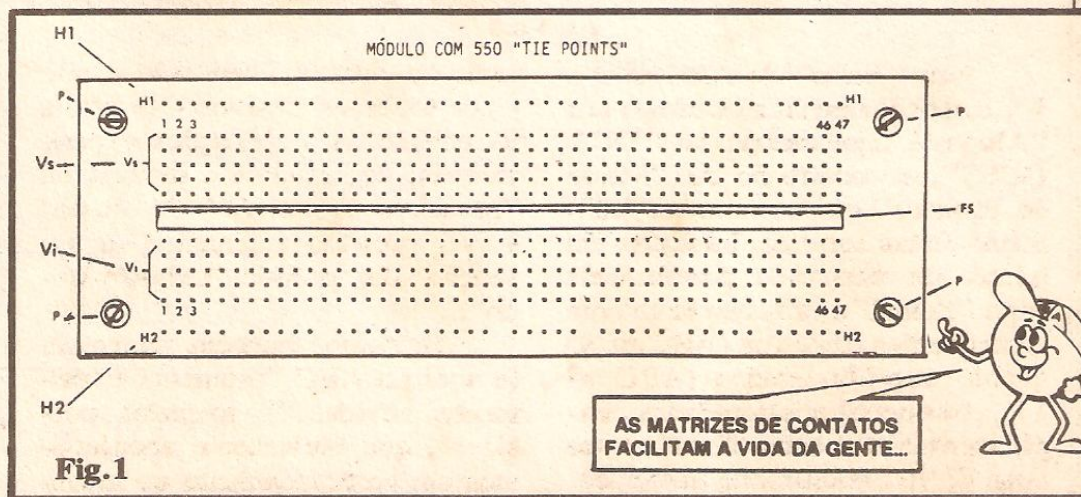
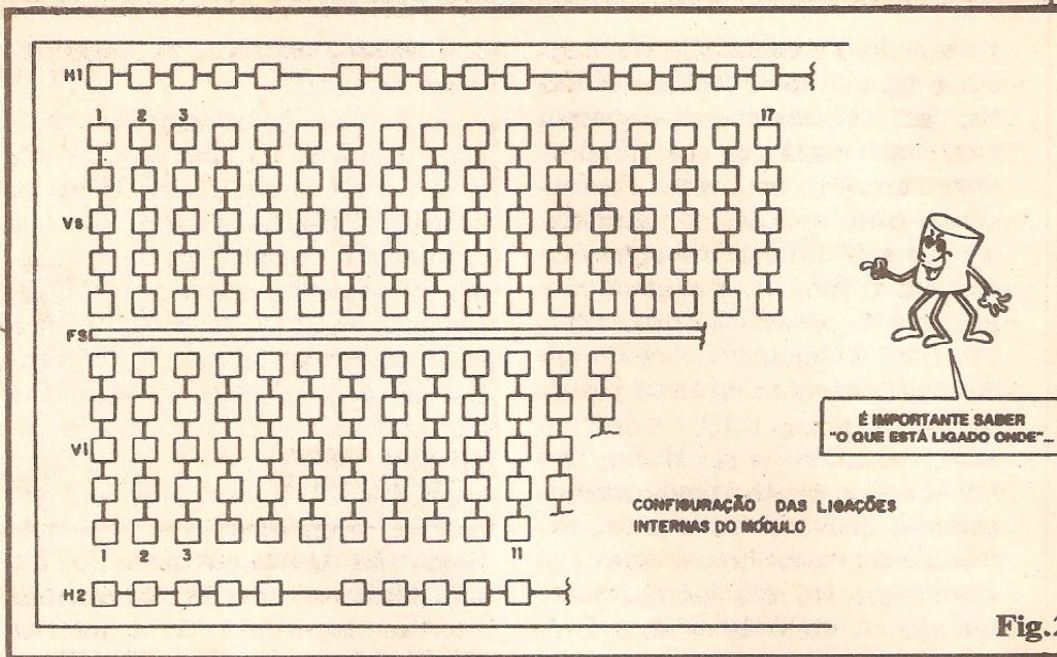

Fig. 1
Fig. 2
- **FIG. 1 - O "JEITÃO" DO MÓDULO BÁSICO** - A ilustração mostra uma estilização do módulo com 550 pontos de ligação. Normalmente, o corpo plástico do módulo repousa sobre uma superfície de metal ou madeira, mais ampla (de modo a dar bom "equilíbrio" ao conjunto), eventualmente dotada de pés de borracha (para que o conjunto não deslize na bancada, durante o uso...). Nessa superfície/base costumam estar instalados alguns bornes para facilitar o acesso externo de importantes "periféricos", notadamente as linhas de alimentação do circuito... O módulo é fixado à base através de 4 parafusos, nos cantos. Os **tie points** (pontos de ligação) são representados, na figura, por aqueles pontinhos negros, rigorosamente ordenados e
- FIG. 2 - DANDO UM "ZOOM" NOS CONJUNTOS DE TIE POINTS - Se alguém aí ainda não "pegou" bem como é feito o arranjo elétrico interno do Módulo básico, basta observar com atenção a figura, onde fizemos uma "ampliação" de um setor do dito cujo, incluindo uma espécie de "radiografia" das conexões internas... Comparem cuidadosamente a figura com a anterior (fig. 1) e notem que agora, cada um dos quadradinhos representa um tie point, enquanto que as ilhas mais grossas (que ligam entre si os quadradinhos/tie points de cada linha ou coluna específica...)
- FIG. 5 - "TRANSFERINDO" UM "ESQUEMA" PARA A MATRIZ DE CONTATOS - Ao aplicar os componentes, basta que o "Aluno" tenha sempre em mente a organização elétrica interna da Matriz (se ocorrerem dúvidas, basta consultar a fig. 2...). Simplesmente as "pernas" das peças devem ser inseridas nos tie points respeitando a configuração do próprio circuito ou "esquema" a ser reproduzido... Sempre lembrando que cada coluna vertical (tanto no conjunto superior quanto no inferior...) apresenta 5 pontos de ligação eletricamente "juntos", quando no circuito em implementação houver um "nó" ou junção elétrica de vários componentes, seus terminais devem ser inseridos na **mesma** coluna para que, eletricamente, fiquem conectados... Na figura temos um pequeno arranjo circuitual hipotético ("esquema") e também a sua configuração "real" sobre os tie points do módulo. Não é difícil notar que o resistor R, o capacitor C e o diodo D têm, tanto no "esqueminha" quanto na sua imple-
- FIG. 8 - "ENFIANDO" INTEGRADOS NA MATRIZ - Os Circuitos Integrados, com suas pernas curtas, próximas e extremamente regulares em afastamento, constituem um caso específico. O próprio espaçamento natural dos tie points está sempre dimensionando para receber diretamente, sem nenhum problema de inserção, qualquer Integrado (desde que seus terminais estejam em disposição "DIL" - dual in line...) "universal". Em tais Integrados, a distância entre pinos de um mesmo "lado" é sempre de 1/10" e o espaçamento entre as duas linhas de "pernas" é de 3/10" (ou seja: o mesmo apresentado pela faixa central de separação - "FS" - ver fig. 1). Nesse padrão, conforme mostra a figura, Integrados de 8, 14, 16 pinos ou mais, devem ser sempre inseridos justamente sobre a separação central, ficando uma das linhas de